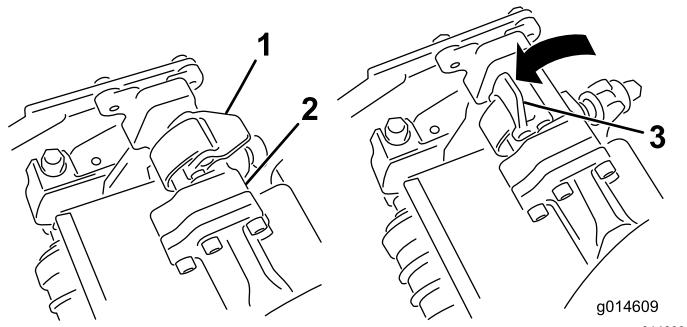

Bild 65
4. Öffnen Sie die Verriegelungen an der Aufhängearmstange (Bild 65) und drücken Sie den Aufhängearm nach unten, damit die Stange über beide Neigungsarme am Mähwerk liegt und stellen Sie sicher, dass die Verriegelungen unter die Querstange des Mähwerks greifen (Bild 66).
5. Drücken Sie die Riegel nach unten um die Schneideinheitsstange herum und arretieren sie (Bild 65).
6. Öffnen Sie die Riegel an der Aufhängearmstange der Schneideeinheit, die Sie entfernen möchten (Bild 65).